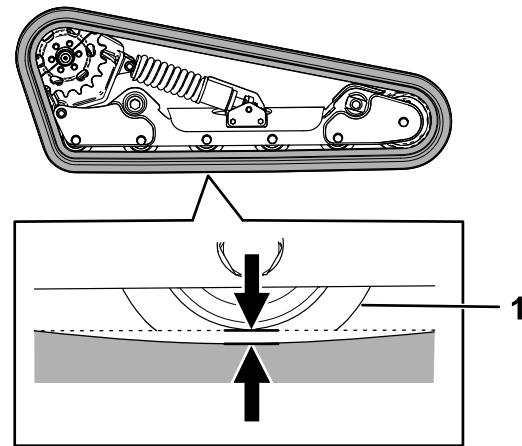

Figure 56
Levez/soutenez un côté de la machine et, en vous aidant du poids de la chenille, vérifiez qu'il existe un espace de 13 mm (½ po) entre le bas du rebord du galet de roulement et la chenille, comme montré à la Figure 56. Si ce n'est pas le cas, réglez la tension des chenilles comme suit :
5. Avec une clé à cliquet de  $\frac{1}{2}$  pouce, tournez la vis de tension jusqu'à obtention d'une flèche de 13 mm ( $\frac{1}{2}$  po), comme montré à la Figure 56.
9. Vérifiez que la flèche de la chenille est de 13 mm ( $\frac{1}{2}$  po), comme montré à la Figure 56. Réglez-la si nécessaire.
obtention d'une flèche de 13 mm (1/2 po), comme montré à la Figure 56.
25. Vérifiez que la flèche de la chenille est de 12,7 mm (1/2 po), comme montré à la Figure 56.